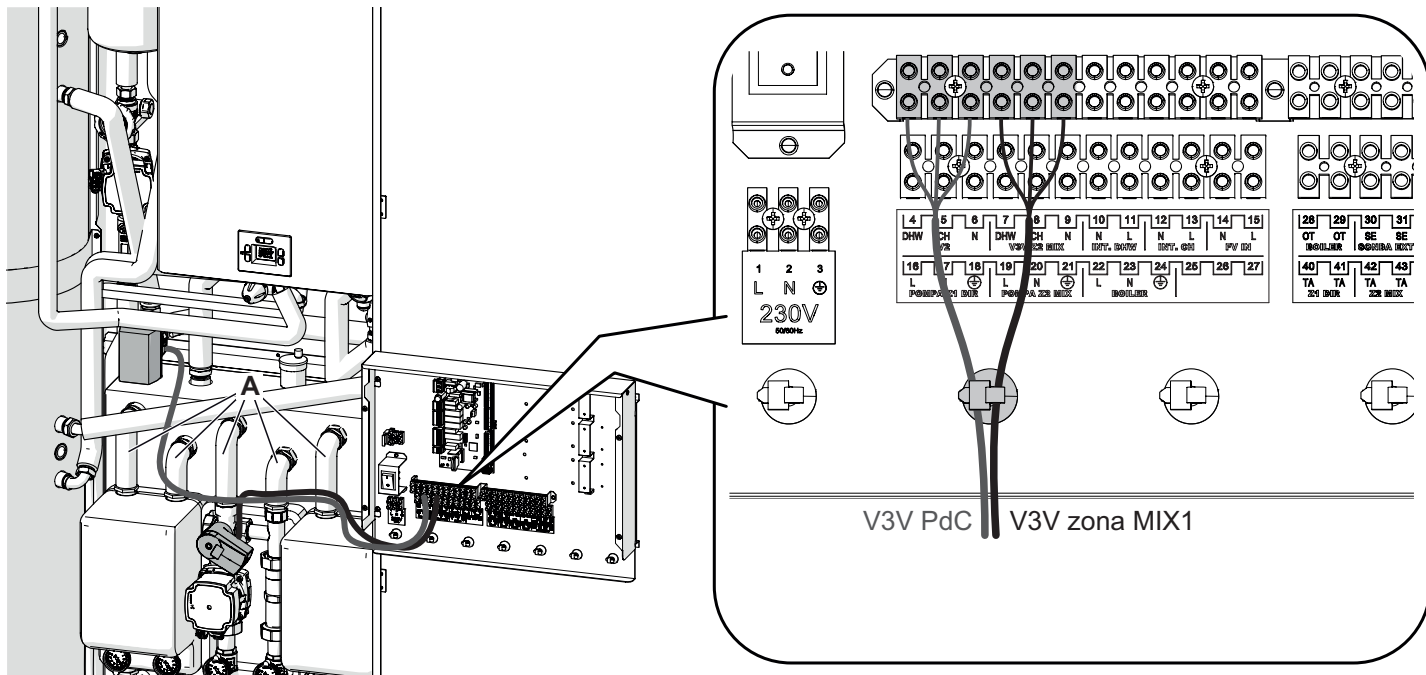

Figura 2.32
- Far scorrere i cavi di alimentazione delle valvole a 3 vie dietro i tubi (A) dei gruppi di rilancio, collegarli alla morsettieria e bloccarli con l'apposita fascetta (Figura 2.32).